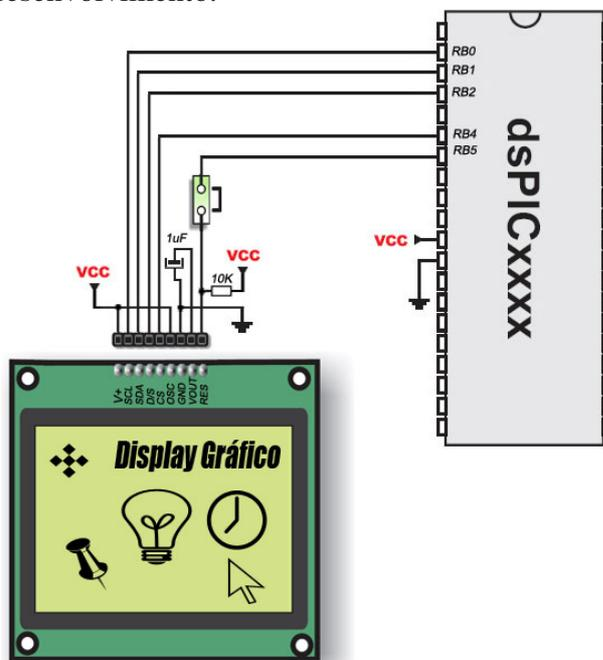

Figura 07 Conexão do LCD gráfico à placa
- 1 conector para LCD Gráfico, esse display pode ser utilizado para amostrar gráficos, desenhos, menus, animações ou simplesmente um texto. O controlador do módulo que acompanha o kit é compatível com o controlador PCD8544 da Philips. Trata-se de um módulo com 48 linhas e 84 colunas. O esquema na figura 07 ilustra como o mesmo está interligado na placa de desenvolvimento.